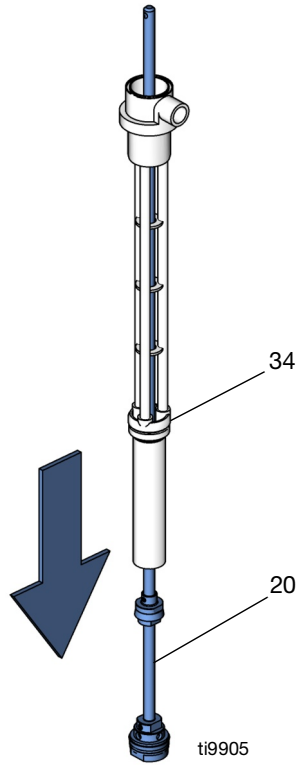

Рис. 19
8. Извлеките передаточный вал (20) из нижней части корпуса насоса (34). См. Рис. 19.